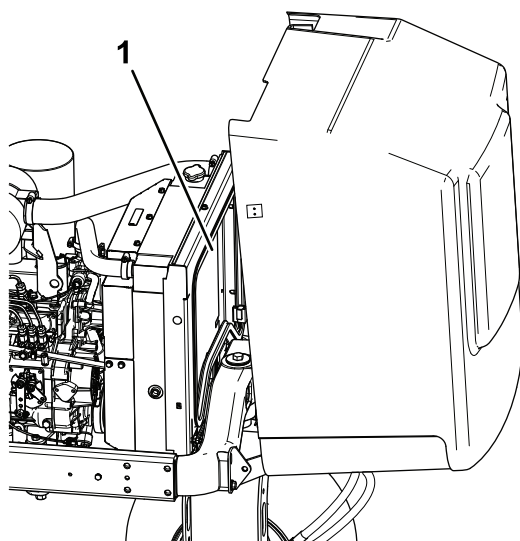

Figura 69
5. Pulite accuratamente con acqua o aria compressa entrambi i lati dell'area del radiatore. (Figura 69).